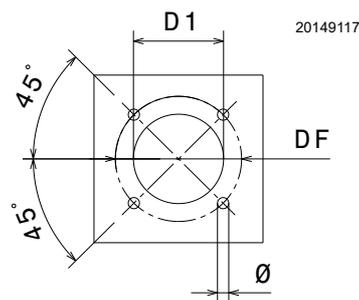

Fig. 15
Taladrar la placa de cierre de la cámara de combustión tal como se indica en Fig. 15. Puede marcarse la posición de los orificios roscados utilizando la junta aislante que se suministra con el quemador.
- Introducir todo el quemador en el orificio de la caldera, preparado anteriormente (Fig. 15 en la pág. 21), y fijar con los tornillos suministrados.